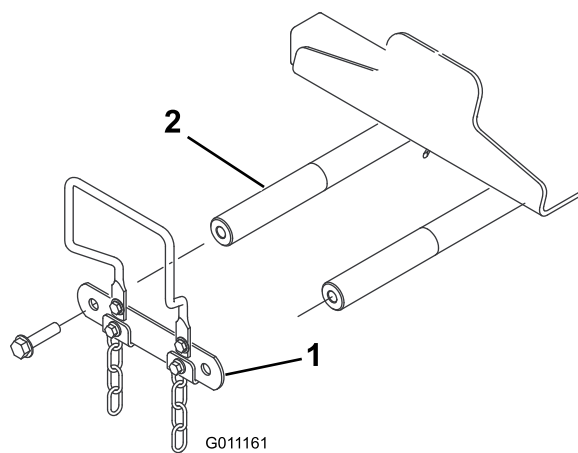

図 13
1. 昇降アームのピボットシャフト・リンクとピボットシャフトを分離 (キャップスクリュー 2 個を外す) し、とりはずしたリンクとキャップスクリューは保管する (図 13)。